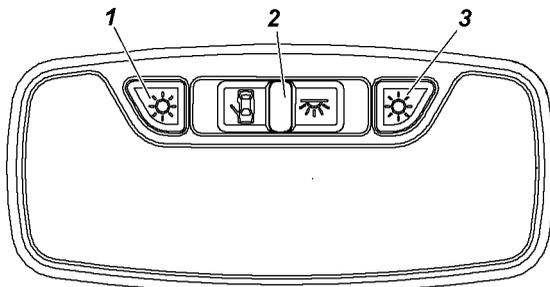

Рис. 3.30. Блок освещения салона:
**Блок штурманских ламп** включает в себя секции индивидуального освещения водителя и переднего пассажира. Левая и правая секции индивидуального освещения, включаются нажатием выключателей, 1 или 3 (рис. 3.30) соответственно.